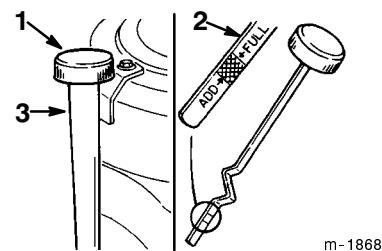

Figure 14
3. Nettoyez la surface autour de la jauge d'huile (Fig. 14) pour éviter que des impuretés s'introduisent dans le goulot de remplissage, ce qui risquerait d'endommager le moteur.
4. Dévissez la jauge d'huile et essuyez soigneusement l'extrémité métallique (Fig. 14).
5. Revissez la jauge complètement dans le goulot de remplissage (Fig. 14). Dévissez de nouveau la jauge et examinez l'extrémité métallique. Si le niveau est bas, versez lentement une quantité d'huile suffisante dans le goulot de remplissage pour amener le niveau au repère du plein ("FULL").
6. Versez lentement environ 80% de la quantité d'huile spécifiée dans le goulot de remplissage (Fig. 14). Vérifiez le niveau d'huile (voir Contrôle du niveau d'huile, page 21, points 4 à 5).
- Versez lentement environ 80% de la quantité d'huile spécifiée dans le goulot de remplissage (Fig. 14). Vérifiez le niveau d'huile (voir Contrôle du niveau d'huile, page 21, points 4 et 5).